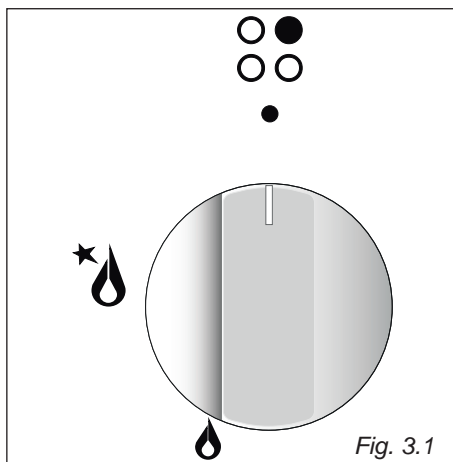
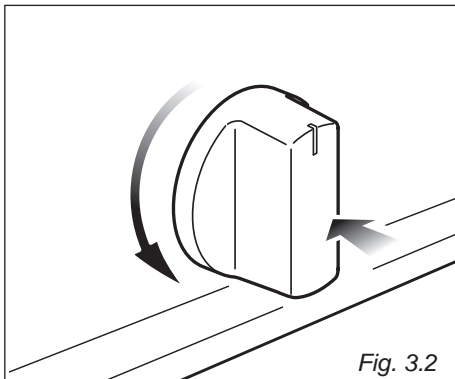

Fig. 3.1
Fig. 3.2
Med betjeningsknappen tændes brænderen, og flammens styrke indstilles (se Fig. 3.1).
1. Tryk knappen ind og drej den venstre om (Fig. 3.2) til symbolet for kraftigste flamme  (Fig. 3.1). Hold knappen inde indtil flammen tændes. Hvis flammen ikke tænder, forsøg da med en tændstik.